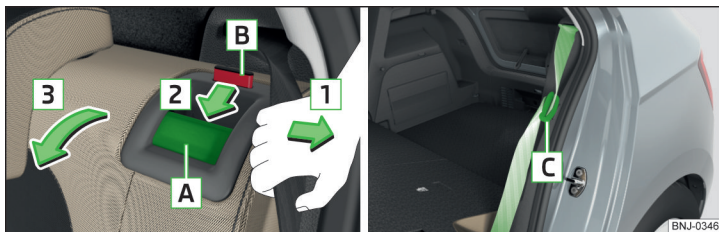

Abb. 70 Sitzlehne vorklappen / Bereitschaftsstellung des Sicherheitsgurts
- Den äußeren Sicherheitsgurt zur Seitenverkleidung in Pfeilrichtung **1** ziehen » Abb. 70.
Die Schlosszunge des äußeren Sicherheitsgurts **C** kann in die Seitenverkleidung eingesteckt werden - Bereitschaftsstellung » Abb. 70.